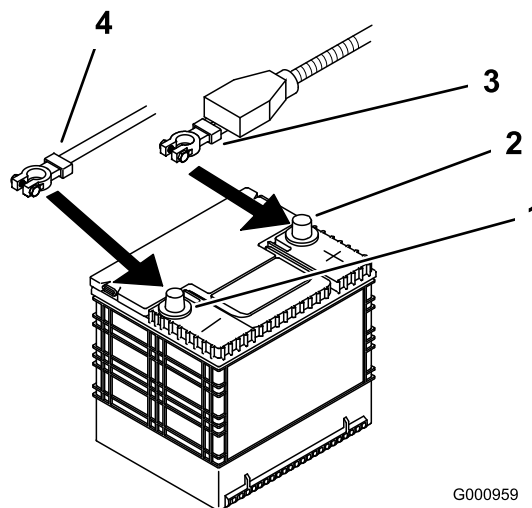

Figure 49
4. Commencez par débrancher le câble négatif de la batterie de la borne négative (-) de la batterie (Figure 49).
5. Enlevez le capuchon rouge de la borne positive (rouge) de la batterie. Débranchez ensuite le câble positif (rouge) de la batterie (Figure 49).
- Placez la batterie dans son support en tournant les bornes à l'opposé du réservoir hydraulique (Figure 49).
- Fixez les câbles à l'aide de 2 boulons (1/4 x 3/4 po), 2 rondelles (1/4 po) et 2 contre-écrous (1/4 po) (Figure 49).